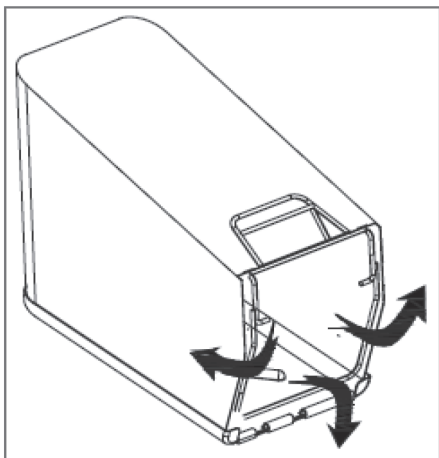

Рис. 10
- Прикрепите травосборник к каркасу, закрепив все пластиковые соединения (рис. 10).